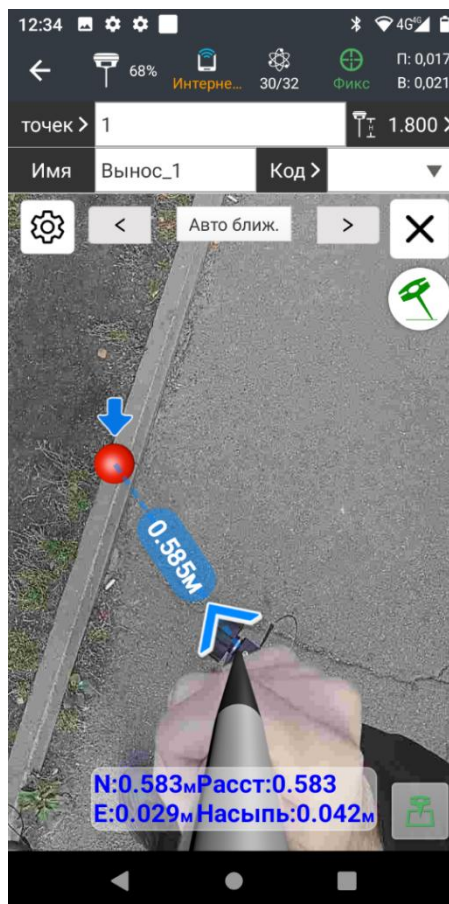

Рис. 2.66
4. По мере приближения к проектной точке активируется **нижняя камера приёмника**, на которой будет видно точку выноса и виртуальное наложение модели острия вежи (Рис. 2.66).